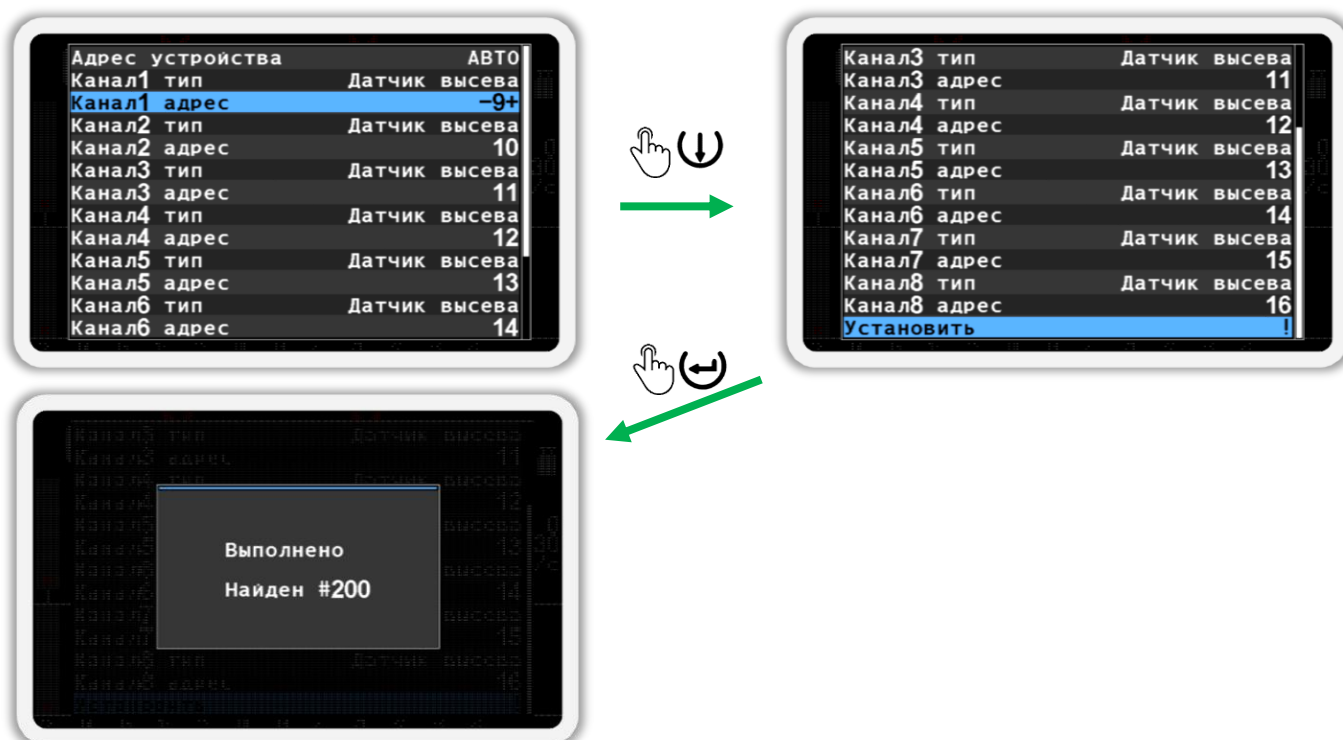

Рисунок 81
3. Кнопками  «Вверх» и  «Вниз» выберите пункт  «Канал1 тип» и кнопками  «Плюс» и  «Минус» задайте эмулируемый тип датчика «УВ» или «Датчик высева» для канала 1 (см. Рисунок 81 слева).
4. Кнопками  «Вверх» и  «Вниз» выберите пункт  «Канал1 адрес» и кнопками  «Плюс» и  «Минус» задайте адрес эмулируемого датчика канала 1 (см. Рисунок 81 слева).
6. Кнопками  «Вверх» и  «Вниз» выберите пункт  «Установить» и нажмите кнопку  «Меню». В результате удачного переименования на экран будет выведено сообщение - «Выполнено» (см. Рисунок 81 справа).